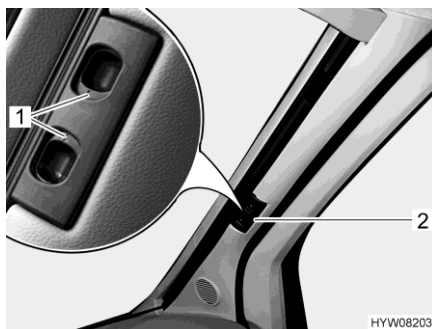

Bild 23 Plisségardin (vindruta)
- Tryck ihop låshandtagen (Bild 23,1) och håll dem ihoptryckta.
- Håll plisségardinen för vindrutan i handtaget (Bild 23,2) och dra den mot fönstrets mitt.
- Skjut de två hälfterna av plisségardinen för vindrutan utåt så långt det går, ta tag i handtaget (Bild 23,2).
- Släpp låshandtagen (Bild 23,1) och låt dem haka fast.